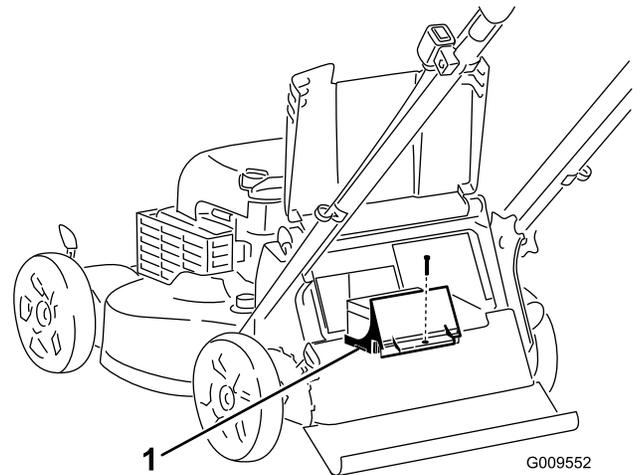

Figure 7
**Remarque:** La machine est livrée avec un fusible de rechange situé dans le logement de la batterie (Figure 7).